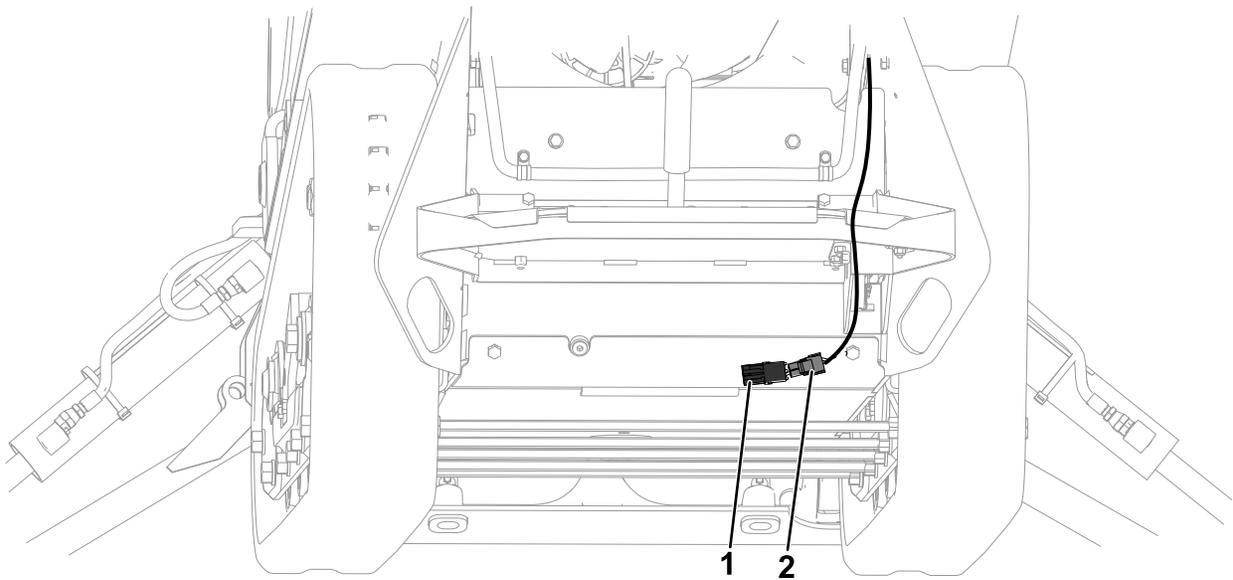

Figure 14
11. Reliez les 2 connecteurs restants à la connexion du contacteur de frein du stationnement du faisceau principal et au frein de stationnement (Figure 14).